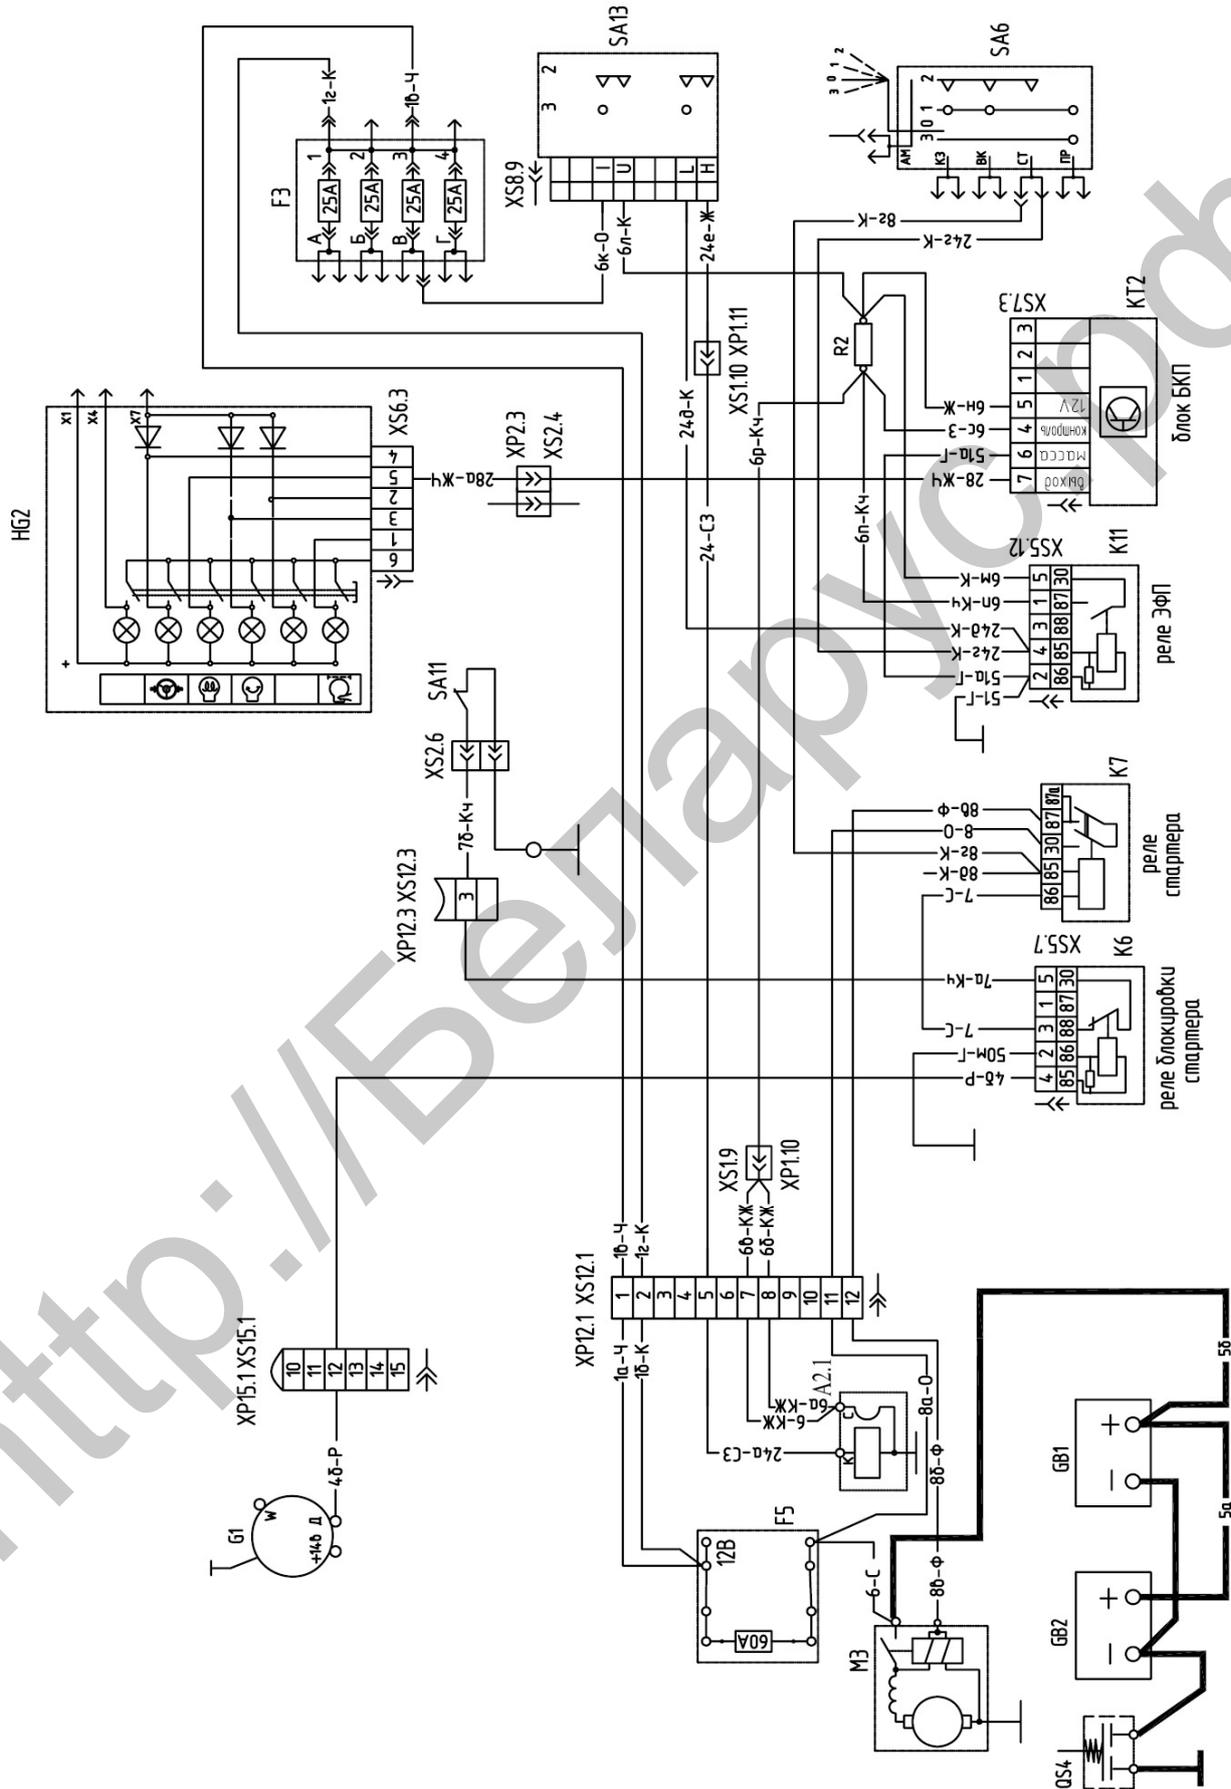

Рис. 12-6 Система пуска 12В, средства облегчения запуска ЭФП (1025/1025.2)
12.6 Возможные неисправности в системе электрофакельного подогревателя (рис. 12-6).